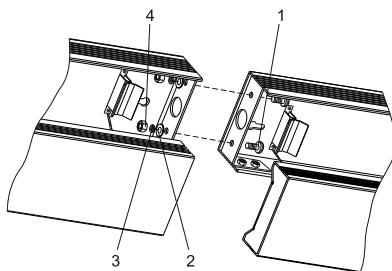

Рисунок 3/ Figure 3/3-sýret
- з'єднати два світильника між собою, за допомогою комплекту кріплення: два гвинти 1, шайби пласкі 2, шайби пружинні 3 і гайки 4 (рисунок 3, Додаток А);